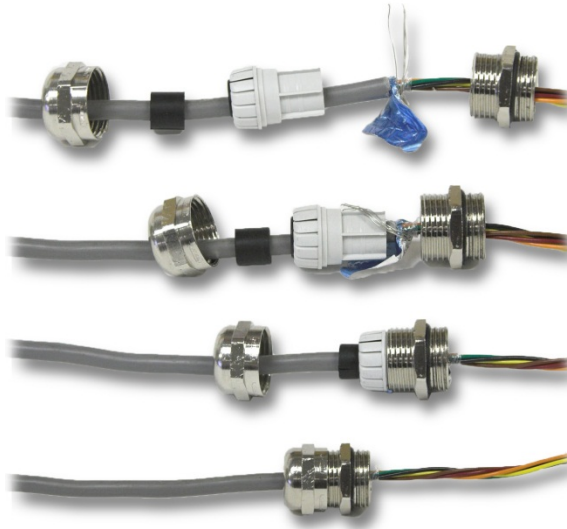

Figura 3-7: Terminazione dello schermo al pressacavo
- Tutti questi cavi con schermi (ad eccezione del cablaggio ad anello di corrente) devono avere lo schermo che termina al pressacavo come mostrato in Figura 3-7. Mettere insieme i fili schermati e assicurarsi che ci sia abbastanza filo per un buon contatto con le parti di metallo del pressacavo.